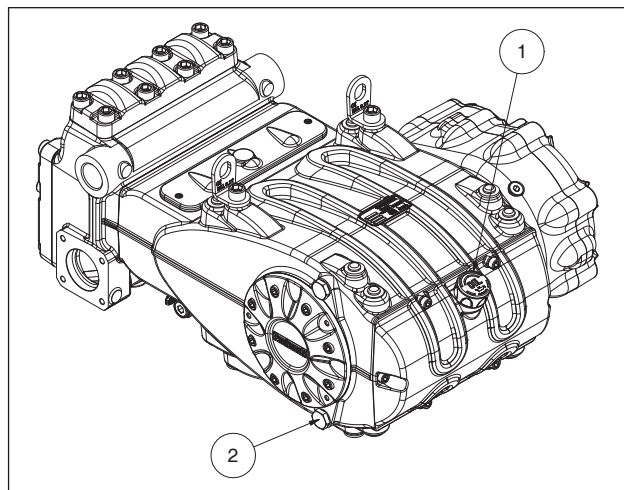

Fig. 3
Contrôler le niveau d'huile à travers le bouchon et la jauge présentant des repères de niveau minimum et maximum ①, Fig. 3. Si nécessaire, faire l'appoint pour rétablir le bon niveau. Pour procéder correctement au contrôle du niveau de l'huile, la pompe doit être à la température ambiante. Procéder à la vidange de l'huile lorsque la pompe est à la température de service ; enlever le bouchon rep. ②, Fig. 3. Procéder au contrôle de l'huile et à la vidange comme indiqué au chapitre 11.
Prédisposer le système de manière que la température de l'huile ne dépasse jamais les **115°C** (239°F) pendant le fonctionnement de la pompe. Enfiler une sonde de température dans le bouchon de vidange d'huile, rep. ② Fig. 3. Voir manuel « PROTECTION ANTIDÉFLAGRANTE ATEX ».